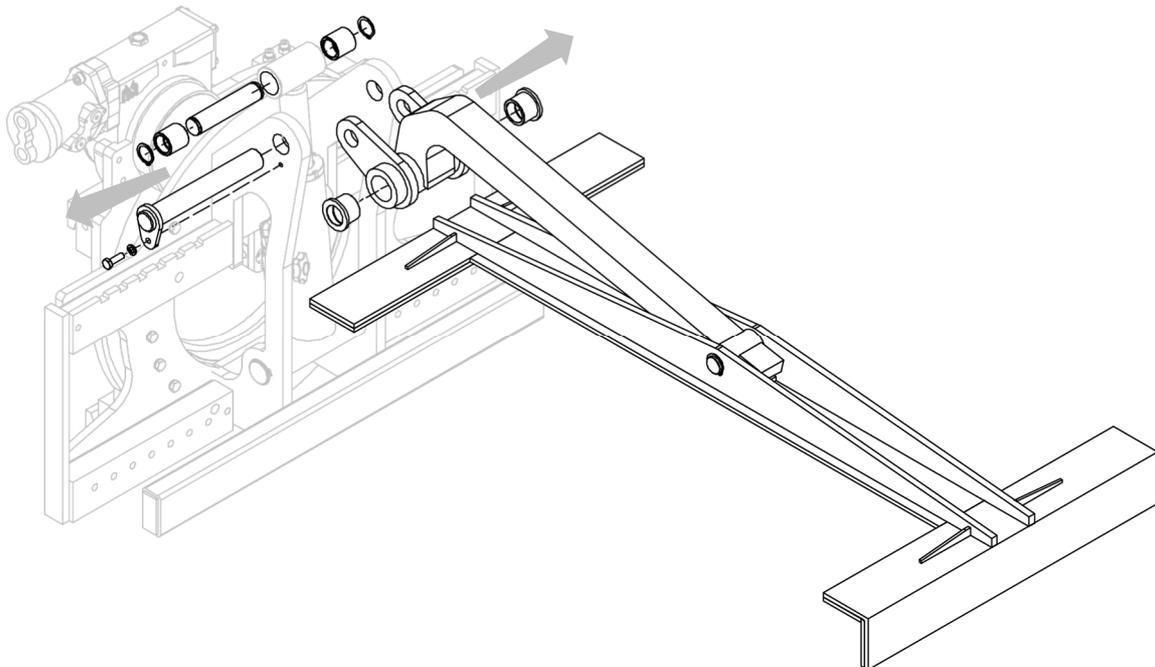

Figure 15
4. Prendre comme référence la *Figure 15*.